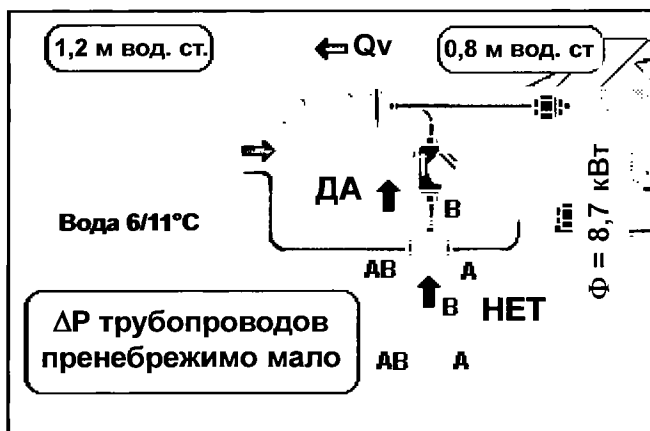

Рис. 98.65.
1) Как вы оцениваете эту схему (рис. 98.65)? Мы уже говорили выше (см. раздел 98.5), что магистраль перепуска клапана с тарельчатым запорным элементом никогда не должна подключаться к выходу из клапана. Сравнивая схему на рис. 98.65 со схемами на рис. 98.34, можно заметить, что в данном случае мы имеем схему с разгрузкой.